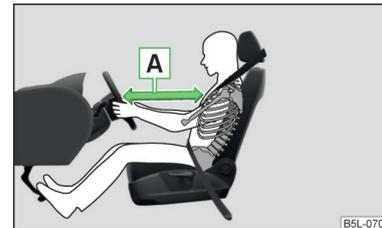

Abb. 9
- Für den Fahrer und Beifahrer ist es wichtig, einen Abstand von mindestens 25 cm zum Lenkrad bzw. zur Schalttafel einzuhalten [A] » Abb. 9. Wenn Sie den Mindestabstand nicht einhalten, kann Sie das Airbag-System nicht schützen - Lebensgefahr! Außerdem müssen die Vordersitze und die Kopfstützen immer der Körpergröße entsprechend richtig eingestellt sein.